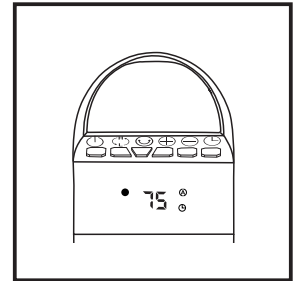

Figura 2
(Figura 2)
3. Cuando el calentador se enchufa inicialmente, se escuchará un pitido y la **Luz de Encendido** se encenderá indicando que hay energía en la unidad. La **Luz de Encendido** permanecerá encendida hasta que el calentador se desenchufe del tomacorriente. (Figura 2)